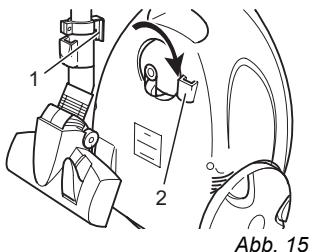

Abb. 15
- Zum **Abstellen** können Sie auch die Verstauhalterung (Abb. 15/2) an der Unterseite des Bodenstaubsaugers verwenden. Hier können Sie den Verstauhaken (Abb. 15/1) am Teleskoprohr einhaken (Abb. 15).